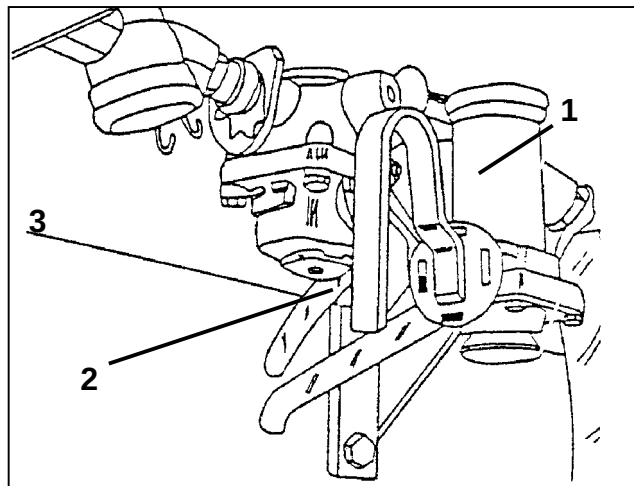

Fig. 5.7
- Ved rangering med den frakoblede og dermed automatisk bremsede trailersprøjte stilles håndtaget (fig. 5.7/2) på bremsekraftregulatoren på "fri".